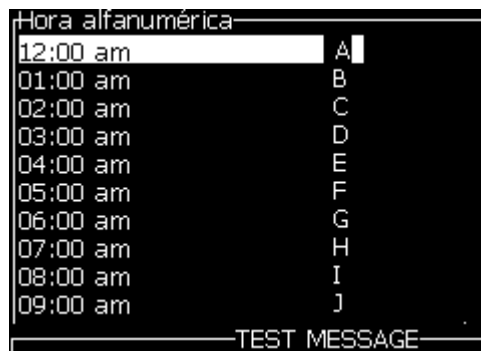

Figura 5-45: Configurar hora codificada
- 3 Seleccione *Configuración de hora codificada* y pulse *Intro* para abrir el cuadro de diálogo *Hora alfanumérica* (consulte la Figura 5-45).